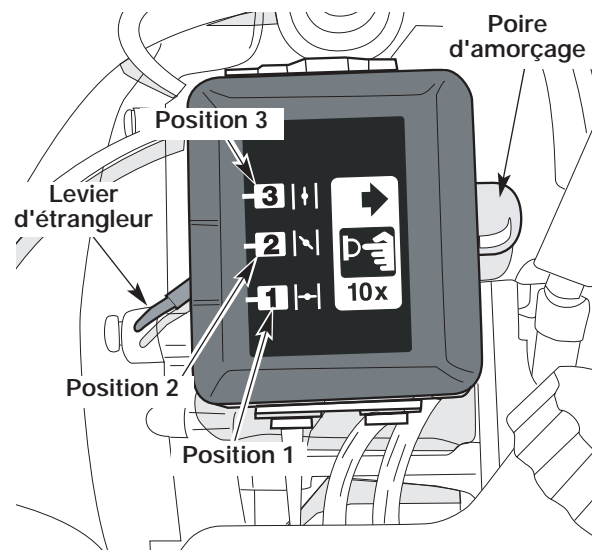

Fig. 7
4. Mettez le levier d'étrangleur en Position 1 (Fig. 7).